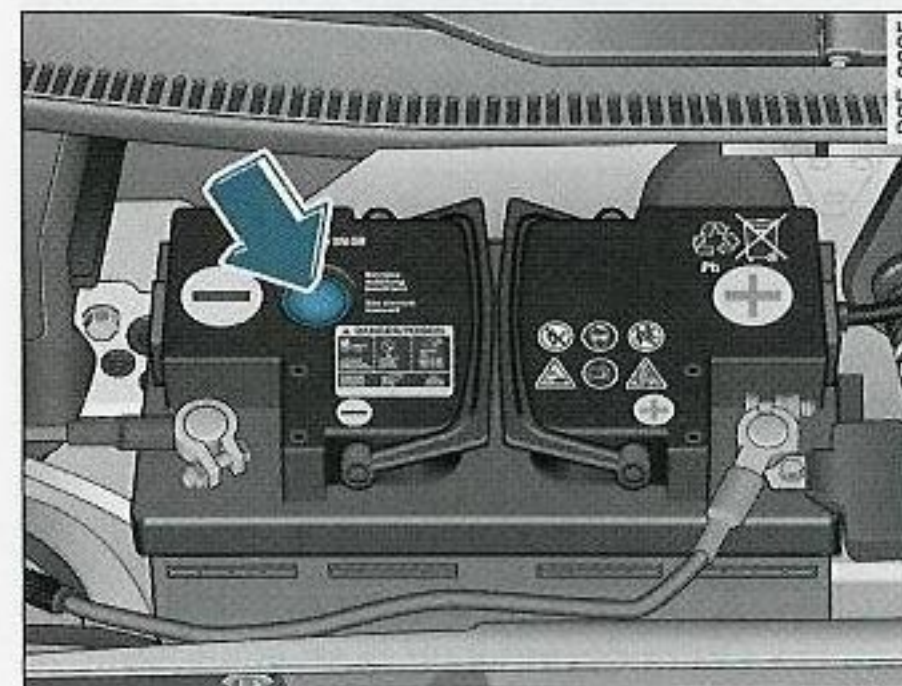

Fig. 235 Compartimento del motor, caja de aguas: Batería sin cubierta, con ojo mágico
- Compruebe el nivel del electrolito por la mirilla de la batería ⇒ fig. 235 -flecha-. El "ojo mágico" cambia de color en función del nivel de electrólito de la batería.